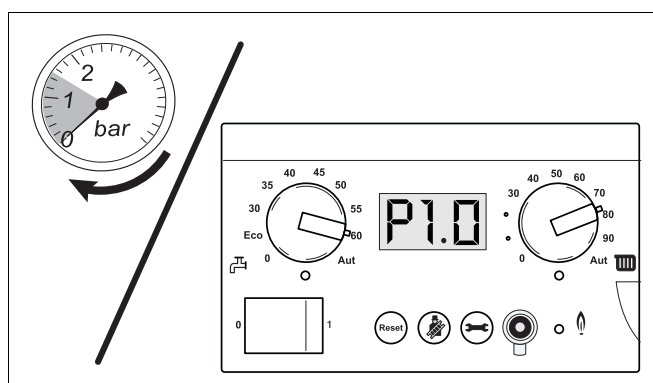

Fig. 68 Citiți afișajul de presiune
- Citiți aici presiunea la aparatul analog de măsurat presiunea de la grupul de racord sau de la tabloul de comandă (fig. 68).
- Citiți din nou presiunea instalației de pe manometrul analog sau pe display-ul lui BC10 (fig. 68). Dacă presiunea este sub 1,0 bar, procedura descrisă mai sus privind umplerea cu aer și aerisirea trebuie să fie repetată de câte ori este nevoie până ce presiunea dorită este atinsă și instalația de încălzire este fără aer.